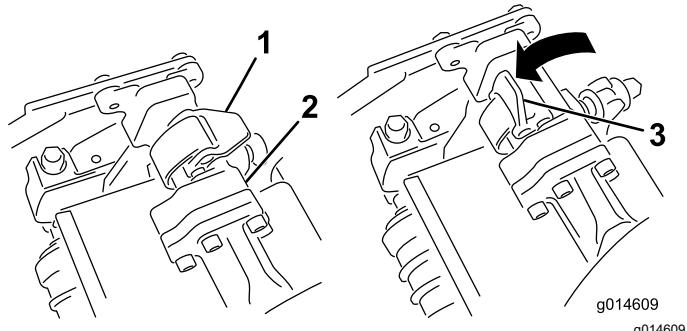
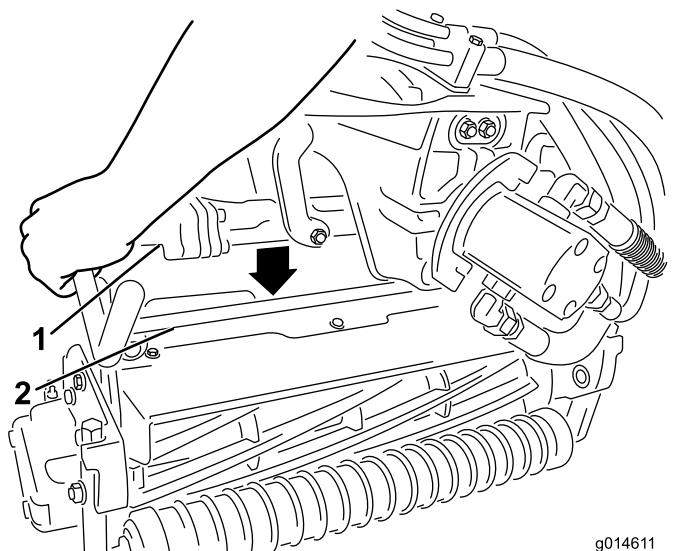

Bild 54
Bild 55
3. Die Riegel an der Aufhängearmstange müssen nach oben zeigen (d. h. offen) (Bild 54); drücken Sie den Aufhängearm dann so nach unten, dass die Stange über die Stange an der Oberseite der Schneideeinheit passt (Bild 55).
4. Drücken Sie die Riegel nach unten um die Schneideeinheitsstange herum und arretieren sie (Bild 54).
4. Öffnen Sie die Riegel an der Aufhängearmstange der Schneideeinheit, die Sie entfernen möchten (Bild 54).